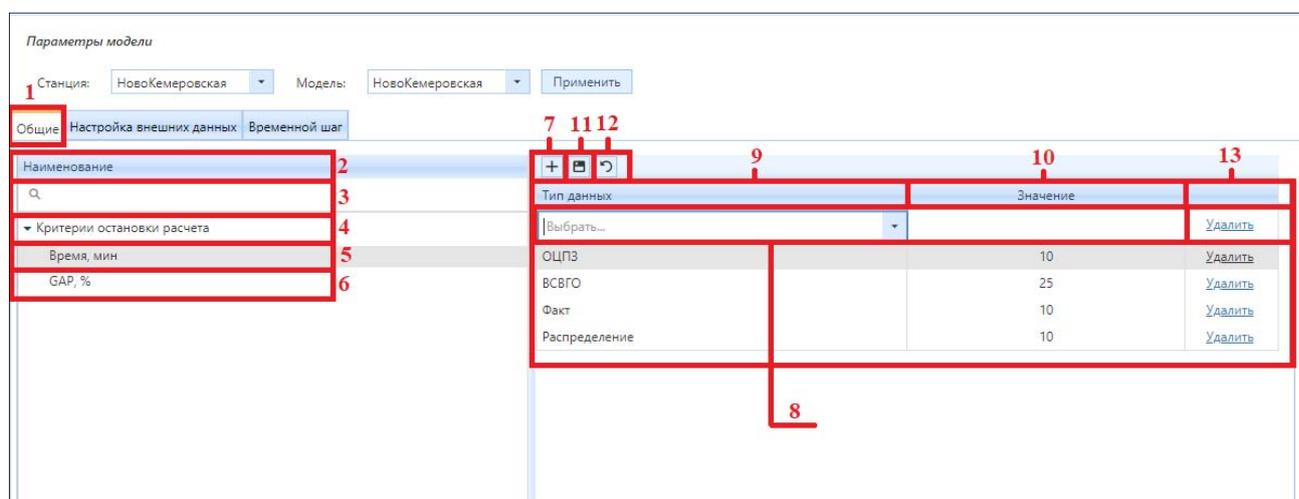

Рисунок 4.2.6 – Визуализация настройки критерия остановки расчета по времени
Для создания настройки критерия остановки по времени в колонке «Наименование» (блок 2) (рис. 4.2.6) раскройте список «Критерий остановки расчета» (блок 4 на рис. 4.2.6), выберите «Время, мин» (блок 5) (рис. 4.2.6). Для оперативного поиска критерия в колонке «Наименование» реализована строка поиска (блок 3) (рис. 4.2.6). Для добавления новой настройки нажмите на кнопку (7) «Создать строку» (рис. 4.2.6), автоматически на экране появится строка, в которой необходимо заполнить колонки записями (блок 8) (рис. 4.2.6). В колонке (9) «Тип данных» (рис. 4.2.6) выберите из выпадающего списка конкретный тип расчета (Факт, Распределение и т.д.), для которого необходимо внести настройку по времени. В колонке (10) «Значение» (рис. 4.2.6) введите минутное значение, которое будет являться ограничивающим по верхней границе для проводимого оптимизационного расчета. Далее нажмите кнопку (11) «Сохранить изменения» (рис. 4.2.6) для подтверждения введенных записей в строке. Для отмены введенной записи нажмите на кнопку (12) «Отменить изменения» (рис. 4.2.6). Обратите внимание, что для конкретного типа расчета в данной настройке критерия по времени допускается только одна строка с записью.
кликом мыши нажмите на редактируемую запись. Внесите изменение в запись. Далее нажмите на кнопку (11) «Сохранить» (рис. 4.2.6) для сохранения внесенных изменений. Для отмены редактирования записи нажмите на кнопку (12) «Отменить изменения» (рис. 4.2.6).
Для удаления настройки критерия по времени выберите необходимую строку с записью (выделенная строка отобразится серым цветом). Нажмите на ссылку – «Удалить» в безымянной колонке (13) (рис. 4.2.6). После нажатия выделенная запись подсветится зеленым цветом, а ссылка «Удалить» изменится на «Восстановить», предназначенная для восстановления записи. Далее нажмите на кнопку (11) «Сохранить» (рис. 4.2.6) для подтверждения действия. Для отмены действия нажмите на кнопку (12) «Отменить изменения» (рис. 4.2.6).